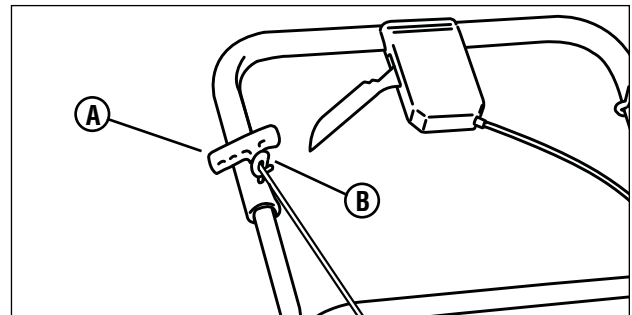

Figura 3: Sujeción del mango del cable retráctil de arranque
5. Oprima la palanca de parada del motor contra el asidero. (Consulte la sección titulada 'Palanca de parada del motor'). Hale lentamente el mango (**A, Figura 3**) del cable retráctil de arranque. Para sujetar el mango del cable retráctil de arranque a la guía (**B**) del cable, entrelace el cable a través de la guía de cable montada en el lado derecho del asidero.